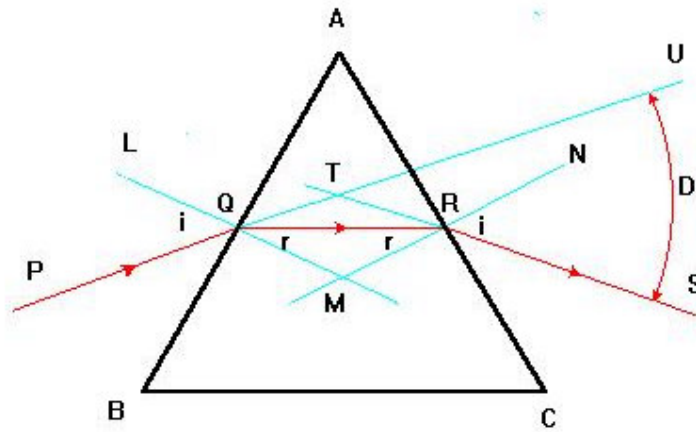

Fig. 3: Trajetória do feixe de luz através do prisma na condição de desvio mínimo ( $\delta_m = D$ ).
6. Utilize o esquema ilustrado na Fig. 3 para obter a Eq. 5.